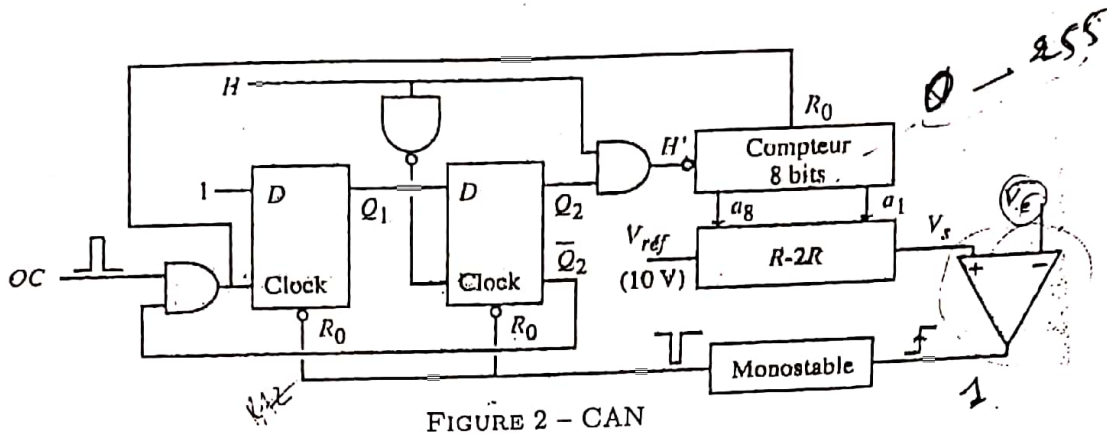

FIGURE 2 - CAN
3. Ce convertisseur est utilisé dans la chaîne de retour d'un convertisseur analogique-numérique selon le schéma de la figure 2. Le signal d'horloge H est un signal carré de période T . Le compteur 8 bits travaille en code binaire naturel ; il commute sur les fronts négatifs des créneaux appliqués à son entrée d'horloge ; sa remise à zéro est active à l'état haut. Le monostable, qui déclenche sur un front positif, délivre une brève impulsion qui remet à zéro les bascules D .